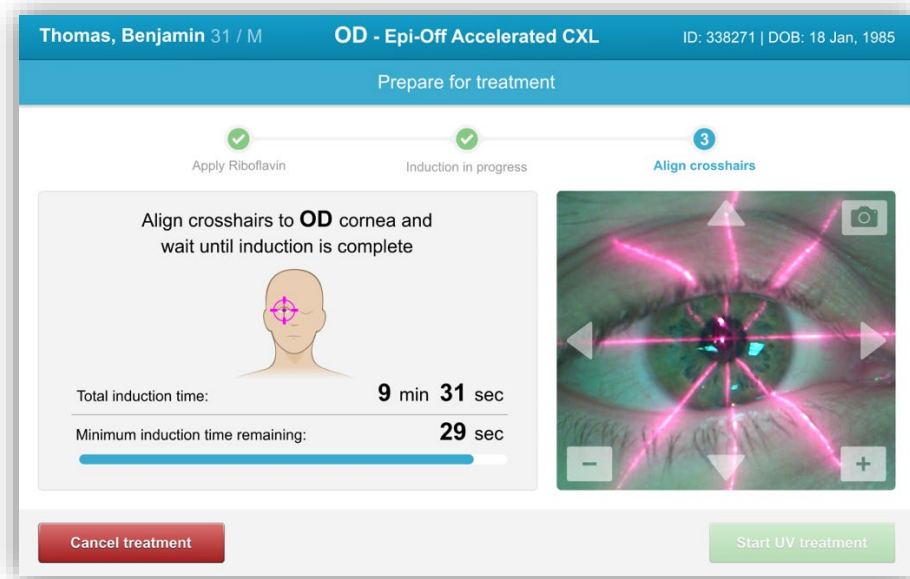

Figura 3-23. Alinear las retículas durante la inducción
- o Los láseres de alineación rojos se encenderán 30 segundos antes de que finalice el periodo de inducción, tal como se muestra en la figura 3-23.